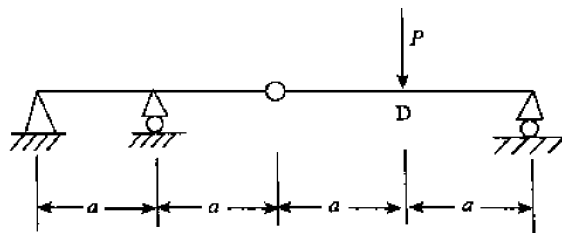

图 6-36
4. 如图 6-36 所示中两根梁的 EI 相同, 且等于常量。两梁由铰链相互连接。试求 P 力作用点 D 的位移。